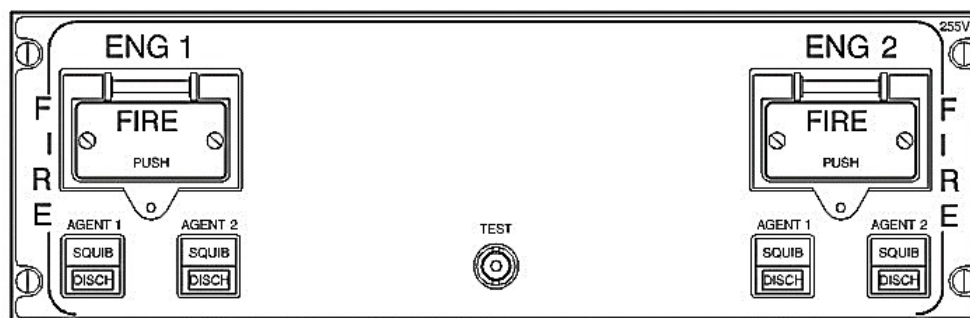

Рис. 1.12. Панель противопожарная 255VU.
1.2.3. К органам управления гидравлической системы можно отнести кнопки (FIRE push), размещенные на противопожарной панели 255VU (FIRE panel), которая располагается на верхней панели (overhead) (рис.1.12.).